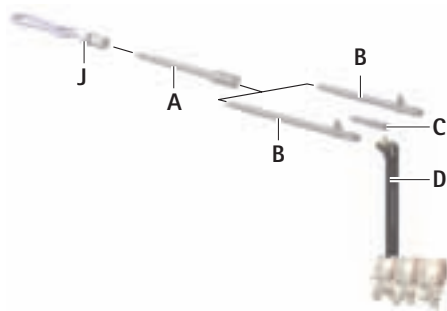

Fig. 2
- För att förlänga anordningen sätts anslutningsdelen med snabbkopplingen **A** på respektive koppling, se Fig. 2.